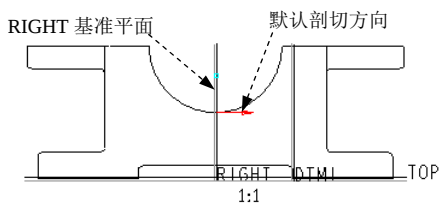

图 3.12.33 定义剖切方向
(1) 双击主视图，系统弹出“绘图视图”对话框。
(2) 选取类别区域中的截面选项，在截面选项区域中选中 ☒ 2D 横截面 单选项，将模型边可见性设置为 ☒ 总计；然后单击 按钮，在名称下拉列表框中选取剖截面 A，在剖切区域下拉列表框中选取 半倍选项；选取 RIGHT 基准平面，此时视图如图 3.12.33 所示，采用系统默认的剖切方向。